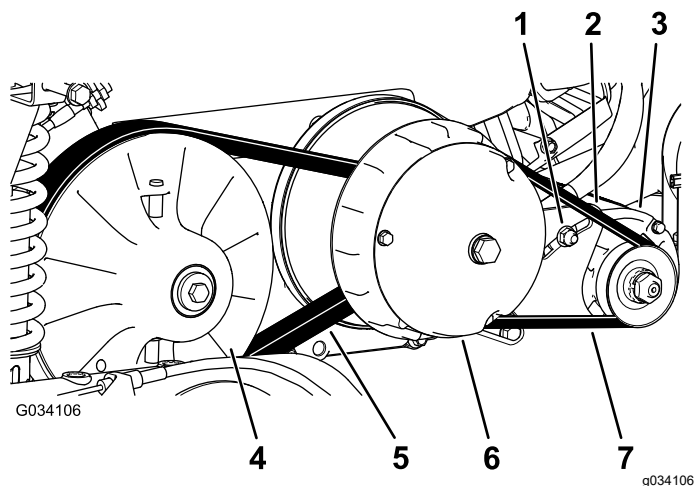

Figura 66
6. Rode e verifique se a correia (Figura 66) apresenta sinais de desgaste ou se está danificada.
3. Rode e coloque a correia sobre a embraiagem secundária (Figura 66).
4. Retire a correia da embraiagem primária (Figura 66).
5. Alinhe a nova correia sobre a embraiagem primária (Figura 66).
6. Rode e coloque a correia sobre a embraiagem secundária (Figura 66).
2. Desaperte a porca de articulação do gerador do motor de arranque (Figura 66).
4. Pressione o pé de cabra para rodar o motor de arranque na ranhura até a tensão da correia permitir apenas 6,4 mm de deflexão da correia com 44 N·m de força (Figura 66).
5. Aperte a porca de articulação à mão e retire o pé de cabra (Figura 66).